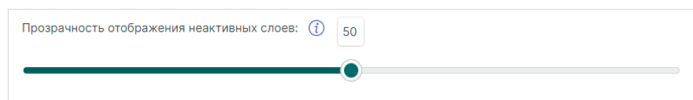

Рис. 84 Настройка прозрачности отображения неактивных слоев
- «Прозрачность отображения неактивных слоев» – прозрачности отображения неактивных слоев, где 0% – полная прозрачность, 100% – полная непрозрачность, см. Рис. 84.